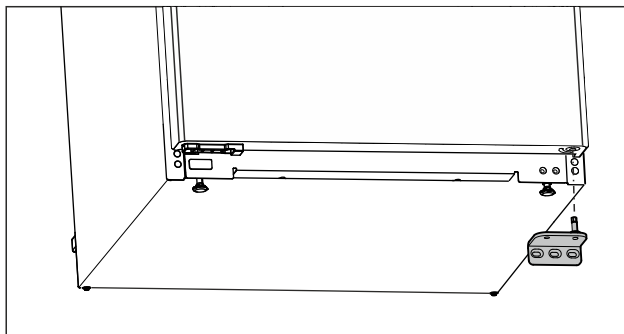

Fig. 7
- ▶ Fjern lagerbukken nedover. (se Fig. 7)